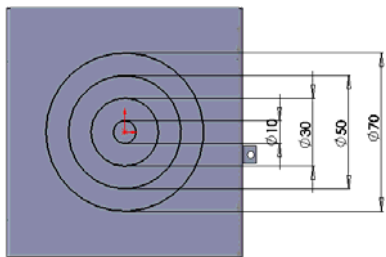
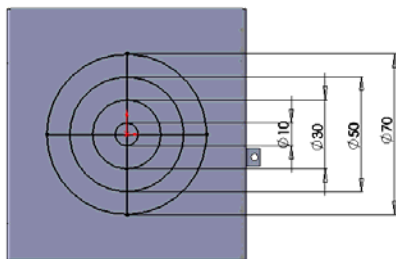

图 10-142 绘制同心圆
图 10-143 绘制互相垂直的直线
❷ 绘制草图。单击“草图”工具栏中的“圆”图标，绘制四个同心圆，标注其直径尺寸，如图 10-142 所示。单击“草图”工具栏中的“直线”图标，绘制两条互相垂直的直线，直线均过圆心，如图 10-143 所示，单击“退出草图”图标。